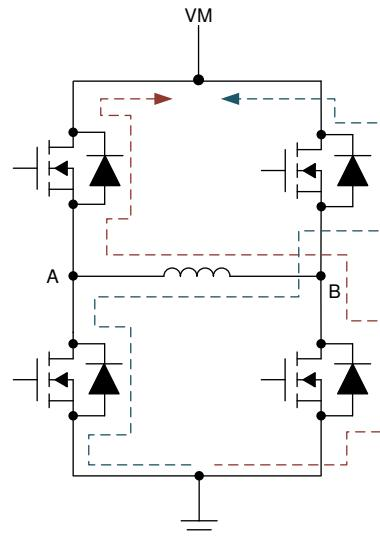

図 7-6. コースト動作 (高速減衰)
この動作モードでは、フルブリッジのすべての FET がハイインピーダンス (Hi-Z) 状態になり、モーターも Hi-Z 状態になって、コストが開始されます。この動作モードは、モーター電流をより速く減衰させる効果もあるため、高速減衰モードとも呼ばれます。図 7-6 に示すように、モーターが最初に順方向動作 (電流は端子 A から端子 B に流れる) で接続されていた場合、コスト動作が適用されると、モーター負荷の誘導性により、電流は同じ方向 (A から B) に流れ続け、代替の FET の逆並列ダイオードが導通し始めます。この逆並列ダイオードを介した電流の流れによって、電源電圧 (VM) によって生成される高い負電位が電流を急速に減少させます。